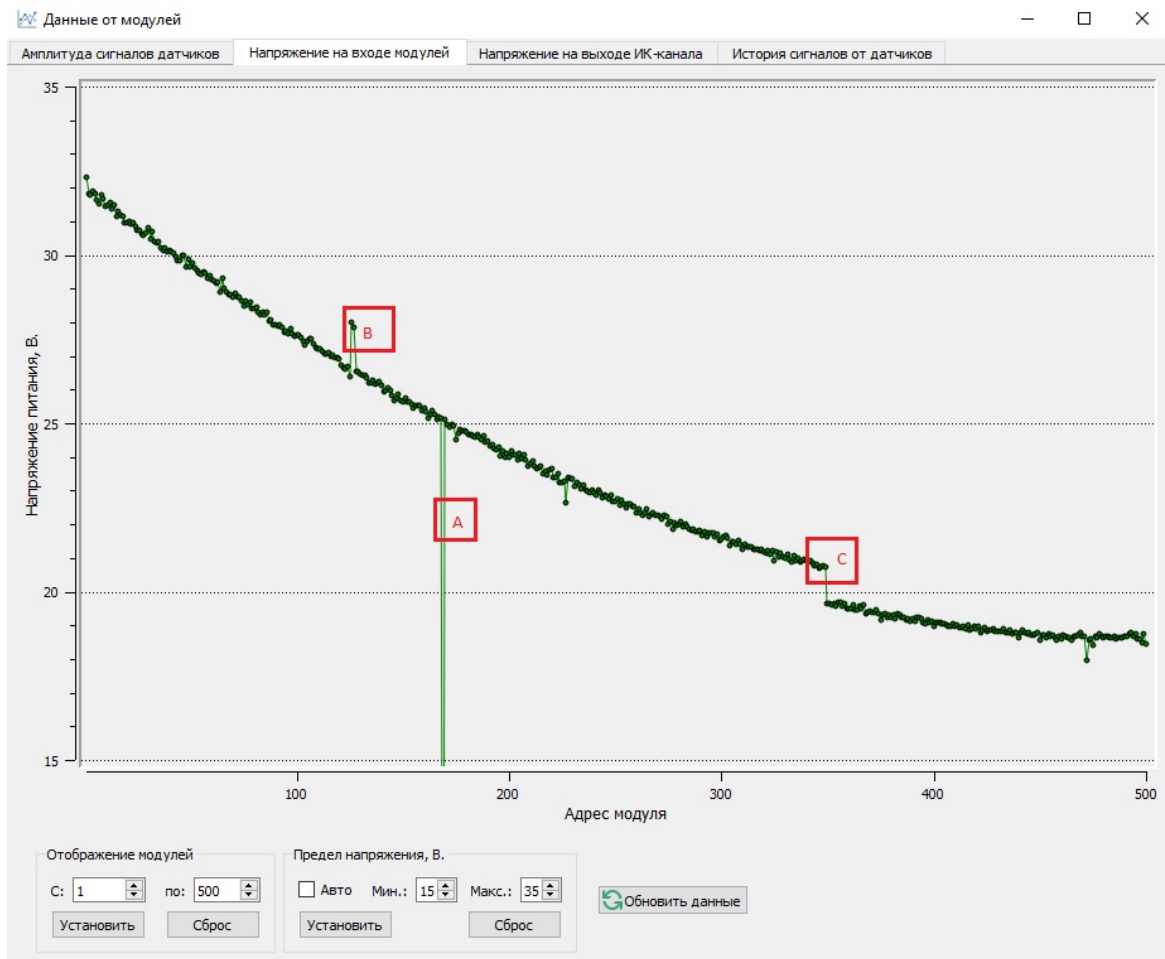

Рисунок 5. ПН "Пунктир-А" окно «Данные от модулей»
5.4.17 Если на линии присутствуют адресованные модули, то качество монтажа проверяется анализом напряжений на входе модулей (Рисунок 5). Для анализа напряжений на входе модулей в ПН "Пунктир-А" открыть окно «Данные от модулей» через пункт меню «Мониторинг -> Данные от модулей» или кнопкой «Графическое отображение данных» и выбрать вкладку «Напряжение на входе модулей». Для наглядности установить: «Отображение модулей» с 1 по максимальное число модулей на линии, «Предел напряжения» мин: 15В макс: 35В или установить флажок «Авто». Если монтаж выполнен качественно, то напряжения на входе модулей представляют собой плавную кривую с некоторой флуктуацией значений. Провалы до 0 (А) характеризуют не адресованные или отсутствующие модули, выбросы (В) или провалы в пределах кривой – модули, установленные не по порядку, ступеньки (С) – некачественный монтаж (недостаточно обжаты кабельные соединители - типа UR2).